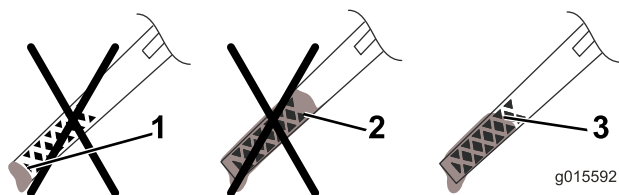

Bild 12
5. Nehmen Sie den Peilstab heraus und lesen Sie den Ölstand ab (Bild 12).